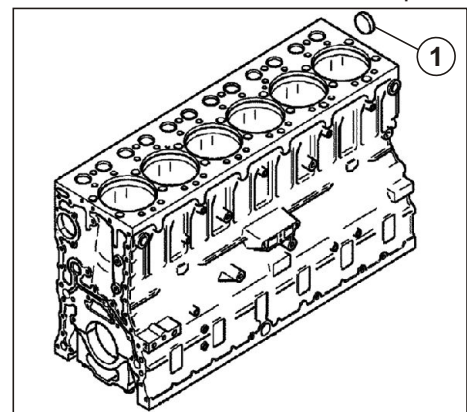

Рис. 37. Снятие заглушки.
1. При необходимости снять заглушку (1) (см. Рис. 37).
6. Установить заглушку (1) (см. Рис. 37), используя приспособление 3016 + 2363 \varnothing 55 мм (см. Приложение Г).